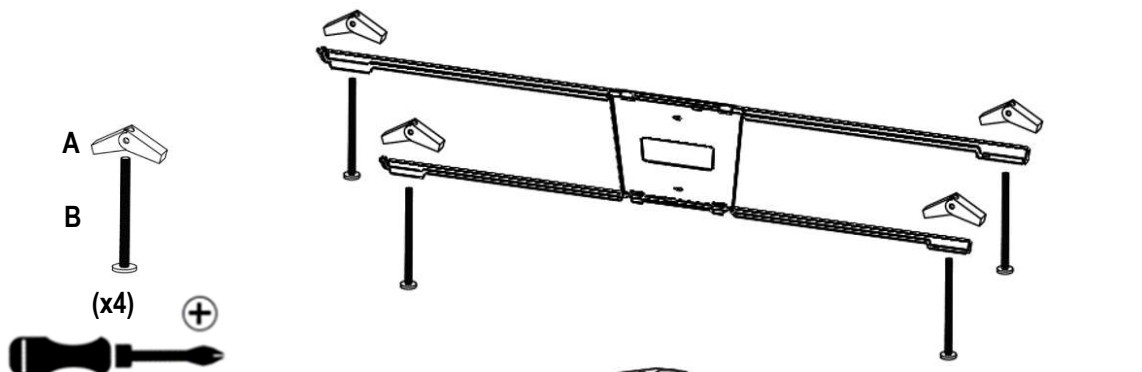

Figura 5A
- Los pernos pasan por los orificios en cada extremo de los soportes de suspensión y luego se enroscan en las tuercas de palanca, consulte la Figura 5A.